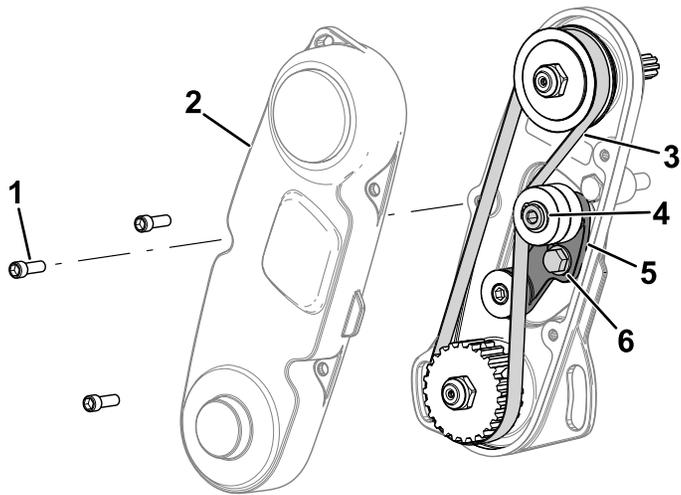

Figura 4
3. Retire la cubierta de la correa para exponer la correa (Figura 4).
4. Afloje el perno del brazo tensor y gire el brazo tensor (Figura 4) para liberar la tensión de la correa.
5. Retire la correa (tal y como se muestra en la Figura 4).
6. Instale la correa y tense la correa aplicando una fuerza de entre 6 y 7 N·m en el hexágono interno del brazo tensor, tal y como se muestra en la Figura 4.